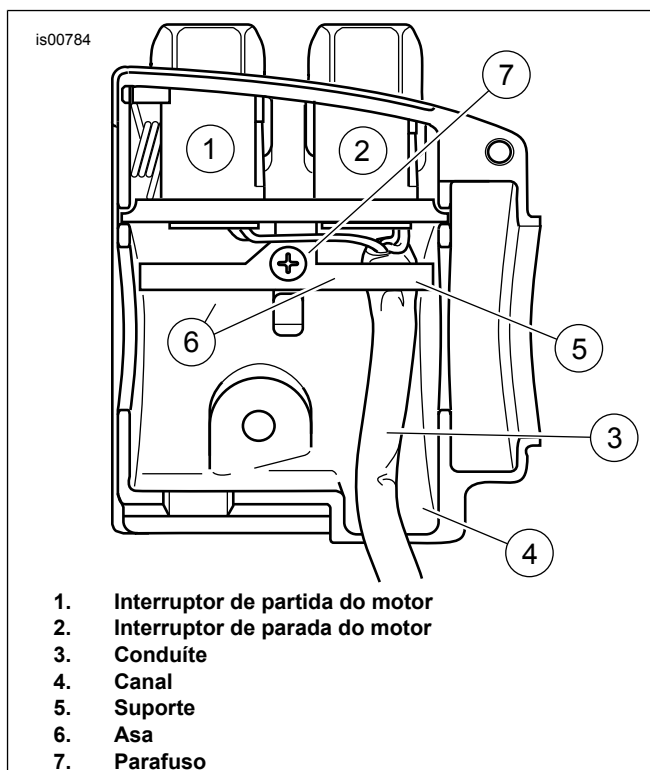

Figura 10. Estrutura superior dos interruptores do lado direito do guidom
1. Veja a Figura 10. Coloque o conjunto dos interruptores e o suporte (5) na cavidade da estrutura superior cromada. Alinhe o furo no suporte com o furo rosqueado no ressalto. Certifique-se de que o suporte esteja totalmente encaixado. O degrau na borda do ressalto captura a borda inferior do suporte, enquanto as lingüetas em cada lado do suporte se encaixam nas fendas da estrutura.
2. Instale o parafuso (7) para fixar o suporte dentro da estrutura. Certifique-se de que a asa (6) do suporte no lado do interruptor de parada do motor (2) capture a borda do conduíte (3).